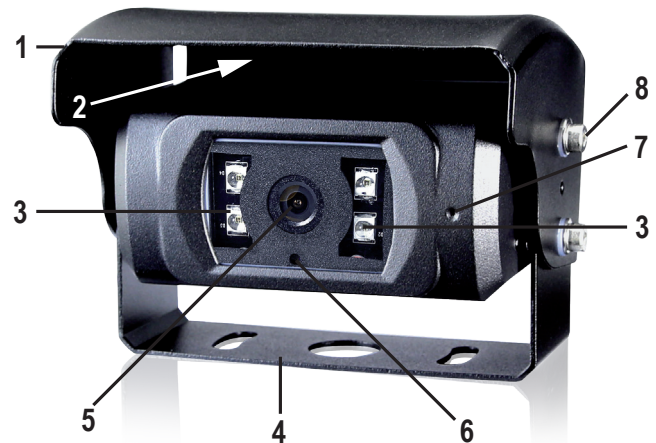
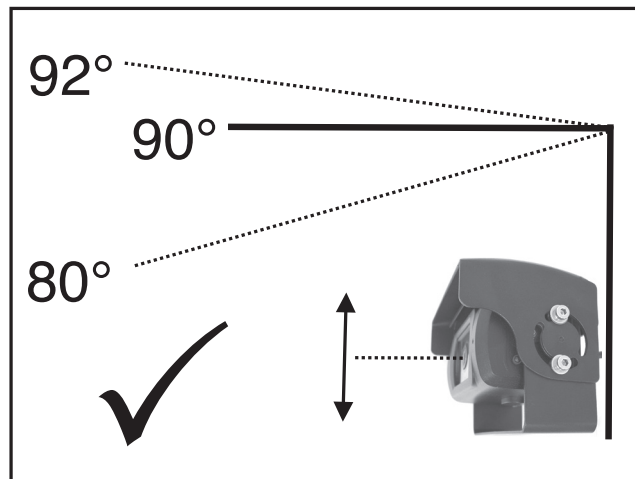
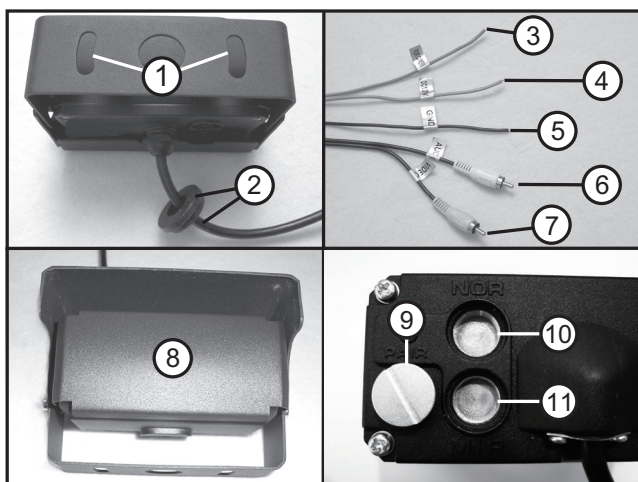

Abbildung 1
Abbildung 3
Abbildung 2
Die Kamera ist nicht für eine hängende Montage geeignet. Die Vorrichtung muss sich wie in Abbildung 3 gezeigt entweder in einer aufrechten oder in einer vergleichbaren Position befinden.
- Setzen Sie die Kamera an der ausgesuchten Montagestelle mit dem Befestigungsbügel (Abb. 1, Pos. 4) auf und markieren Sie mittig an den beiden Schlitzen des Montagebügels (Abb. 2, Pos. 1) die Befestigungslöcher am Montageort. Bohren Sie passend zu den verwendeten Schrauben mit einem entsprechenden Bohrer die Befestigungslöcher.
- Prüfen Sie, ob bei Ihrem Fahrzeug bereits eine geeignete Bohrung vorhanden ist bzw. genutzt werden kann, um das Anschlusskabel mit 5-poligem Stecker der Kamera (Abb. 2, Pos. 2) in das Fahrzeuginnere zu leiten. Andernfalls müssen Sie an geeigneter Stelle eine entsprechende Bohrung vornehmen. Um die am Kabel der Kamera angebrachte Kabeldichtung (Abb. 2, Pos. 2) korrekt einsetzen zu können, muss das Bohrloch einen Durchmesser von exakt 20 mm aufweisen.
- Schließen Sie nun die Stromversorgung der Kamera an. Hierzu verbinden Sie das schwarze Kabel („GND“, Abb. 2, Pos. 5, ca. 3,5 Meter lang) mit der Fahrzeugmasse (Minus, z. B. beim Rückfahrcheinwerfer) und das rote Kabel („DC 12 V“, Abb. 2, Pos. 4, ca. 10 Meter lang) mit einer 12 V-Plusleitung, die nur bei eingeschalteter Zündung spannungsführend ist (z. B. unter der Instrumententafel). Das pinkle Kabel („FOR CAMERA“, Abb. 2, Pos. 3, ca. 3,5 Meter lang) schließen Sie an ein Kabel an, dass bei eingelegetem Rückwärtsgang die Rückfahrcheinwerfer mit dem Pluspol der Batterie verbindet (z. B. beim Rückfahrcheinwerfer).
- Den Audioausgang (Abb. 2, Pos. 6, weißer Stecker) und den Videoausgang (Abb. 2, Pos. 7, gelber Stecker) schließen Sie an den Monitor an, den Sie für die Kennzeichenkamera vorgesehen haben. Ein passendes Verlängerungskabel gehört nicht zum Lieferumfang und muss in gewünschter Länge gesondert erworben werden.
- Führen Sie einen Probelauf gemäß dem nachfolgenden Punkt „Funktionsweise der Kennzeichenkamera“ durch. Vergewissern Sie sich vor der endgültigen Montage der Kamera, dass diese ordnungsgemäß funktioniert. Legen Sie fest, ob Sie das Bildsignal links/rechts spiegeln wollen. Das Videosignal können Sie durch das Verstellen der Magnetschraube (Abb. 2, Pos. 9) auf „NOR“ (Abb. 2, Pos. 10) auf „MIR“ (Abb. 2, Pos. 11) spiegeln.
- Lösen Sie beidseitig die Befestigungsschrauben (Abb. 1, Pos. 8) etwas, um den Neigungswinkel der Kamera anzupassen. Achten Sie bei der Einstellung darauf, dass die Kameraschutzblende (Shutter) freigängig ist. Ziehen Sie die Schrauben nach Abschluss der Einstellung auf beiden Seiten wieder fest. Beachten Sie hierzu auch Abbildung 3.
Wird der Rückwärtsgang eingelegt, leuchten an Ihrem Fahrzeug die Rückfahrleuchten. Da die Kamera auch an einem Kabel der Rückfahrleuchten angeschlossen wurde, öffnet sich nun die Kameraschutzblende (Shutter) (Abb. 1, Pos. 2). Auf Ihrem Monitor erscheint jetzt der rückwärtige, von der Kamera erfasste Bereich. Die Geräusche hinter Ihrem Fahrzeug sind durch das in der Kamera integrierte Mikrofon (Abb. 1, Pos. 7) über die Lautsprecher des Monitors zu hören.
Durch die in der Kamera integrierten Infrarot-LEDs (Abb. 1, Pos. 3) wird bei Dunkelheit der rückwärtige Bereich erhellt und so das Erkennen von Hindernissen erleichtert. Die Infrarot-LEDs werden durch den eingebauten Lichtsensor (Abb. 1, Pos. 6) automatisch eingeschaltet. Sobald Sie zurück in den Vorwärtsgang wechseln, schließt sich die Kameraschutzblende (Shutter) wieder (Abb. 2, Pos. 8) und schützt somit die Kamera vor äußeren Einwirkungen.